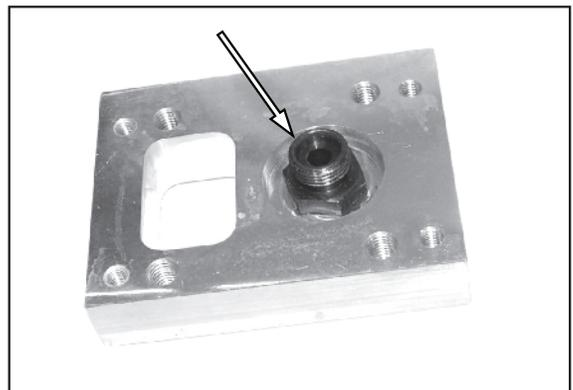

Figure 66.
2. Voir Figure 66. Retirez la vanne à connecteur.